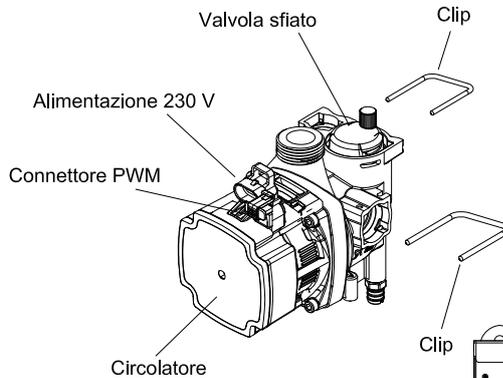

Fig. 33
7.7 SOSTITUZIONE CIRCOLATORE (Fig. 33)